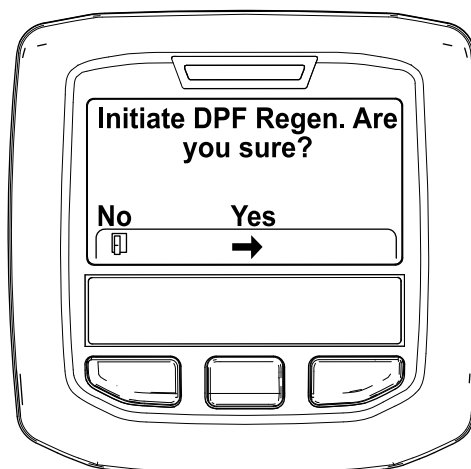

Figura 47
4. Quando surge a mensagem "Initiate DPF Regen. Are you sure?" (Iniciar Regen. DFP. Tem a certeza?), prima o botão central (Figura 47).